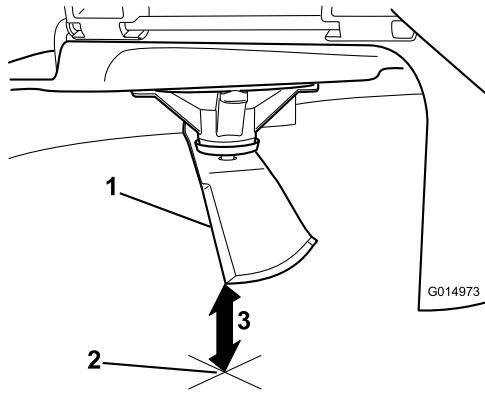

Figure 44
5. Mesurez la distance entre la pointe de la lame et la surface plane (Figure 44).